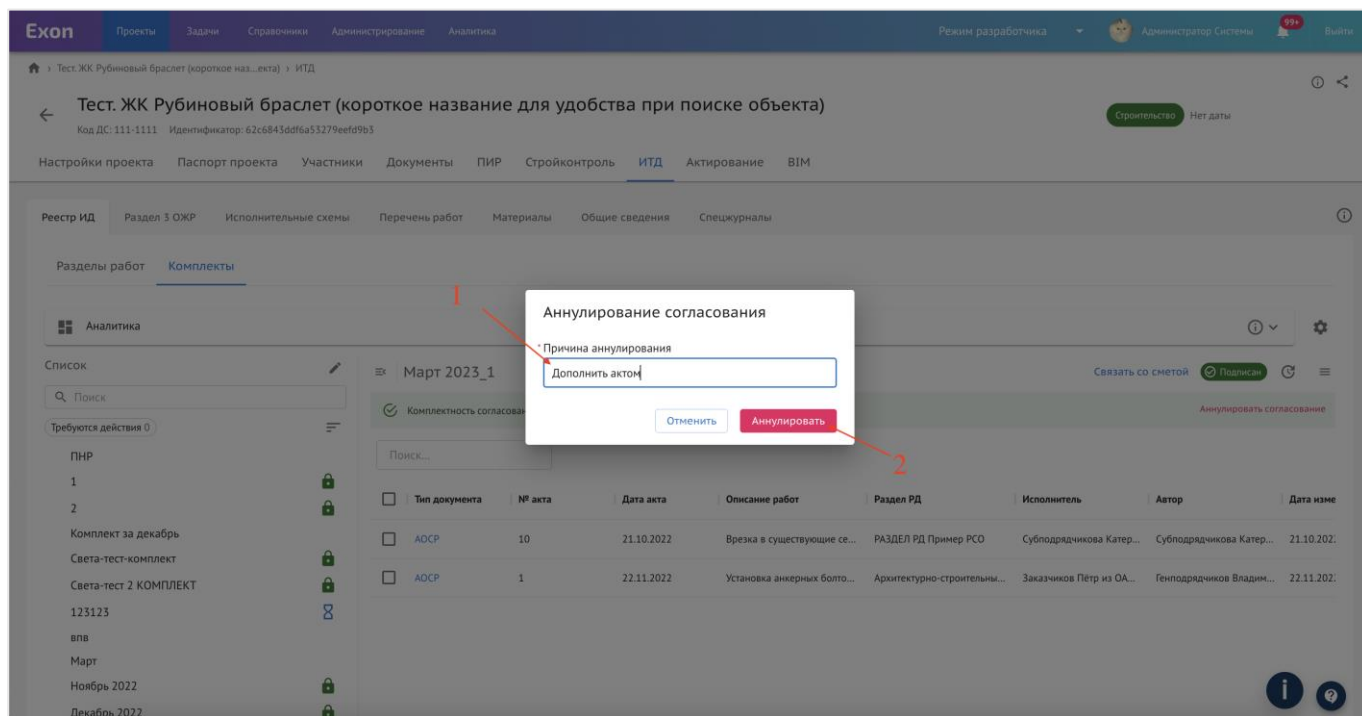

Рис. 97 – Аннулирование согласования комплектности
2. В открывшемся окне ввести причину аннулирования (2) и нажать «Аннулировать» (1) (рис. 97);